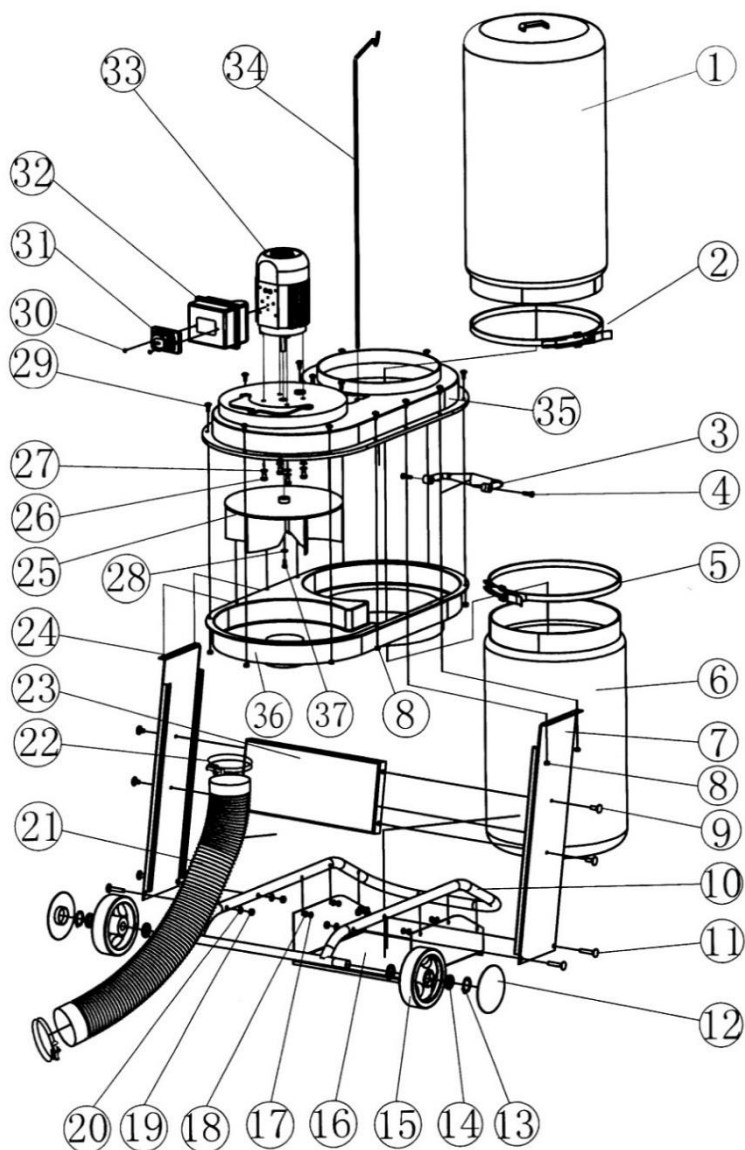

Рисунок 12.
1) Установите колеса (2) на колесную опору (14), при помощи двух шайб 14 (рис. 12) и двух стопорных колец, вставьте заглушки (2). Наденьте пластиковые ножки (15) на переднюю часть колесной опоры.